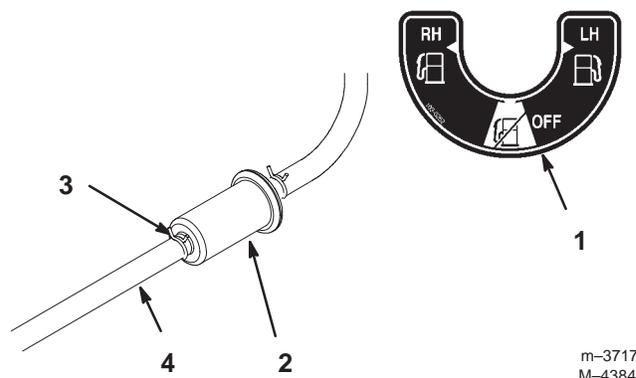

Figure 45
6. Posez un filtre neuf et rapprochez les colliers de fixation du filtre (Fig. 45).
- Fermez le robinet d'arrivée de carburant (Fig. 45).
- Desserrez le collier de serrage au niveau du filtre à carburant et repoussez-le le long de la conduite d'alimentation pour l'éloigner du filtre (Fig. 45).
- Débranchez la conduite d'alimentation du filtre (Fig. 45). Ouvrez le robinet d'arrivée de carburant et laissez l'essence s'écouler dans un bidon ou un bac de vidange.
- Raccordez la conduite d'alimentation au filtre. Rapprochez le collier de serrage du filtre pour fixer la conduite d'alimentation (Fig. 45).